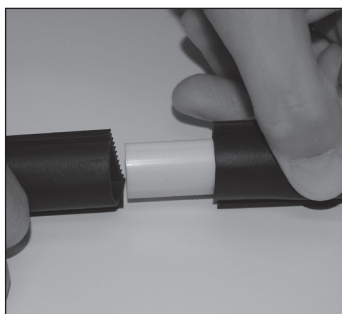
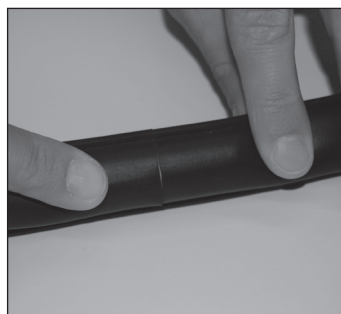

Figura 5
Figura 5a
- b. Instalar el conector de plástico suministrado con el Dique de agua en los dos extremos del dique de agua de modo que no haya espacios entre los extremos. **Figura 5 y Figura 5a**